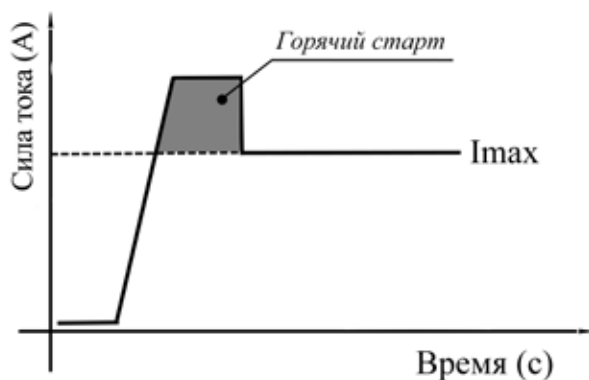

Рис. 7.3. Горячий старт.
**Горячий старт** - для обеспечения лучшего поджига дуги в начале сварки инвертор автоматически повышает сварочный ток. Это позволяет значительно облегчить начало сварочного процесса (см. рисунок 7.3).